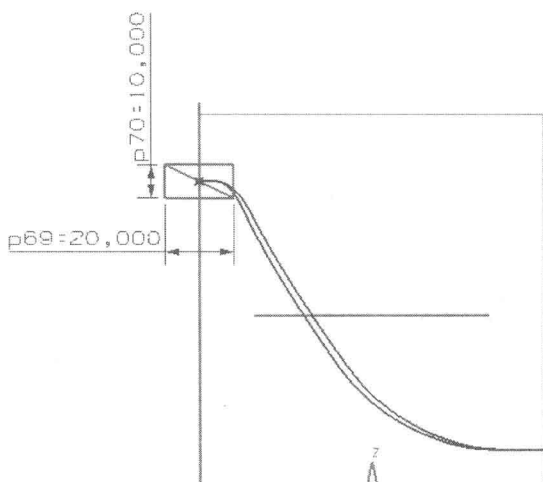

图 1-44
(4) 标注尺寸。在【草图约束】工具条中选择  (自动判断的尺寸) 图标, 按照如图 1-44 所示的尺寸进行标注。P70 = 10, P69 = 20。